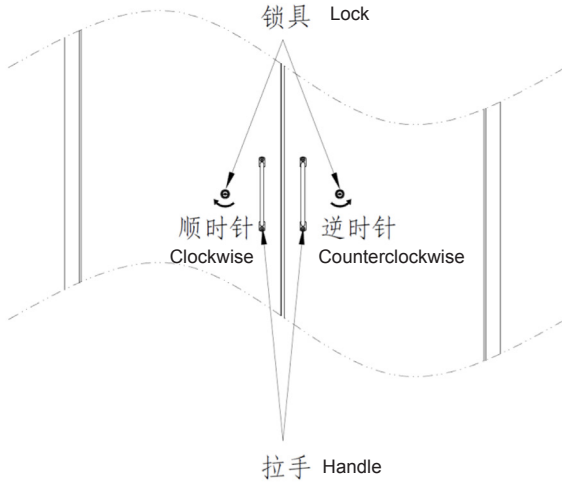

图3 (picture 3)
3. 柜门锁具的开启和关闭：图 3 中标识出了锁具和拉手，需要开门时，插入钥匙，顺时针旋转两圈，同时用手拉动拉手。需要关门，钥匙逆时针旋转，拔出钥匙；